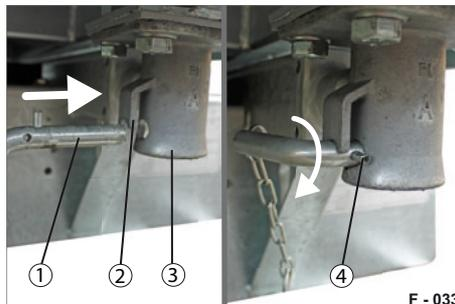
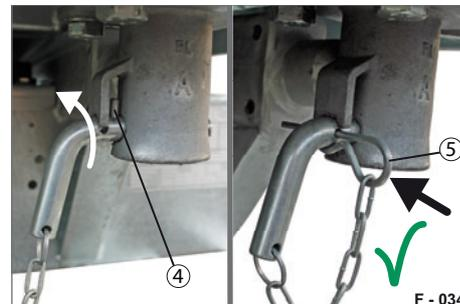

Abb. 43 Steckbolzen einstecken
Abb. 44 Steckbolzen gesichert
- ▶ Stecken Sie den Steckbolzen (Abb. 43/1) bis zum Anschlag ein.
- ▶ Drehen und schieben Sie den Steckbolzen weiter ein, so dass der Stift (Abb. 43/4) hinter der Sicherungslasche (Abb. 44/2) eingreift.
- ▶ Stecken Sie den Federstecker (Abb. 44/5) durch die Bohrung im Steckbolzen durch. Der Steckbolzen ist gegen Herausfallen gesichert.
- ▶ Ziehen Sie den Federstecker (Abb. 44/5) heraus.
- ▶ Drehen Sie den Steckbolzen (Abb. 43/1) so, dass der Stift (Abb. 43/4) aus der Sicherungslasche (Abb. 44/2) herauskommt.